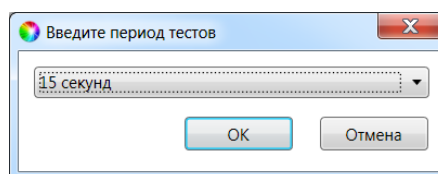

Рис. 7.8. Выбор периода опроса радиоизвещателя
7.3. В следующем окне укажите период опроса радиоизвещателя (рис. 7.8).